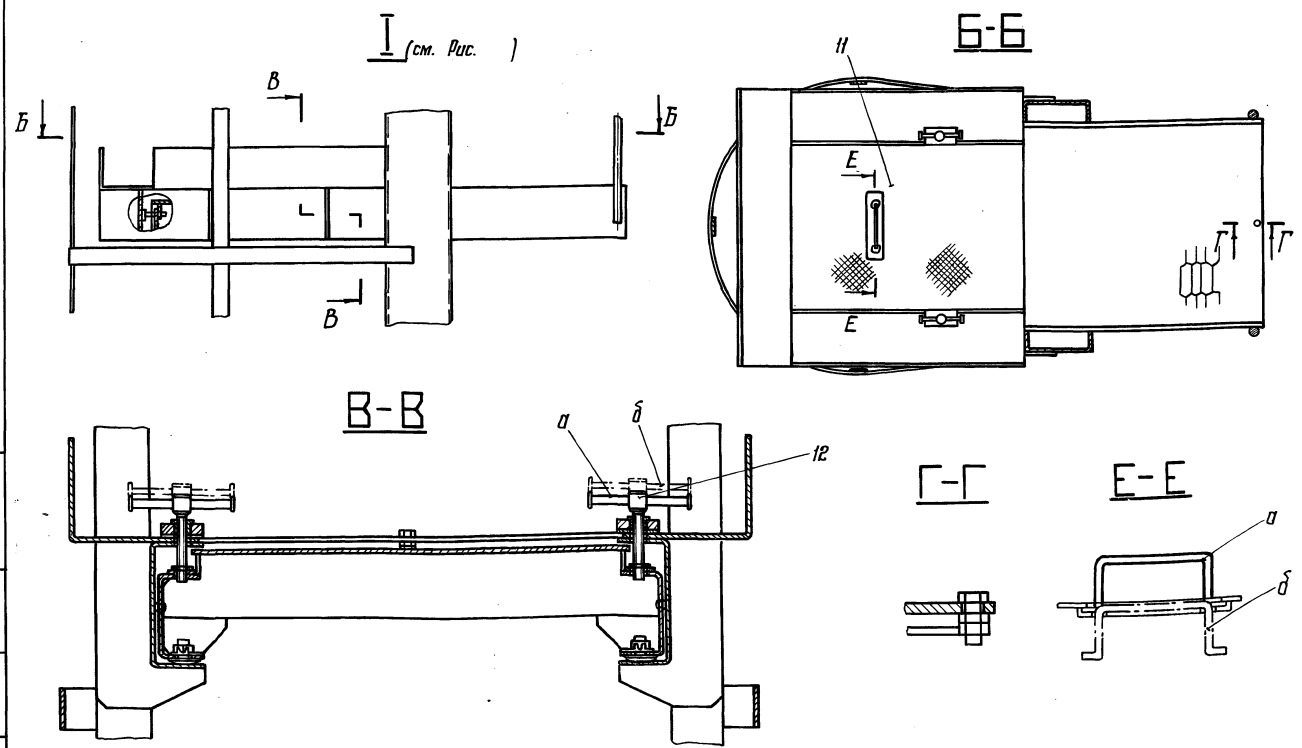

Рис. 1.2
- выдвинуть площадку в рабочее положение, до упора вручную от усилия одного человека за раму площадки (рис. 1.2), а затем за рукоятку;
1.3. Расфиксировать верхнюю часть стремянки (каретку), для чего вращать рукоятку фиксатора 6 (рис. 1.2) против часовой стрелки до упора.